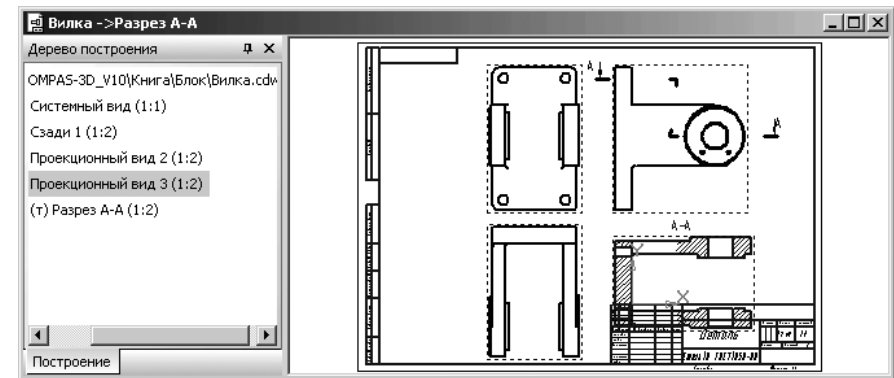

Рис. 3.115. Результаты построения разреза А – А
- переместите фантом искомого разреза вниз на свободное место и щелкните мышью. В окне **Дерево модели** появится пункт **Разрез А-А**, а в окне чертежа искомый разрез, показанный на рис. 3.115.